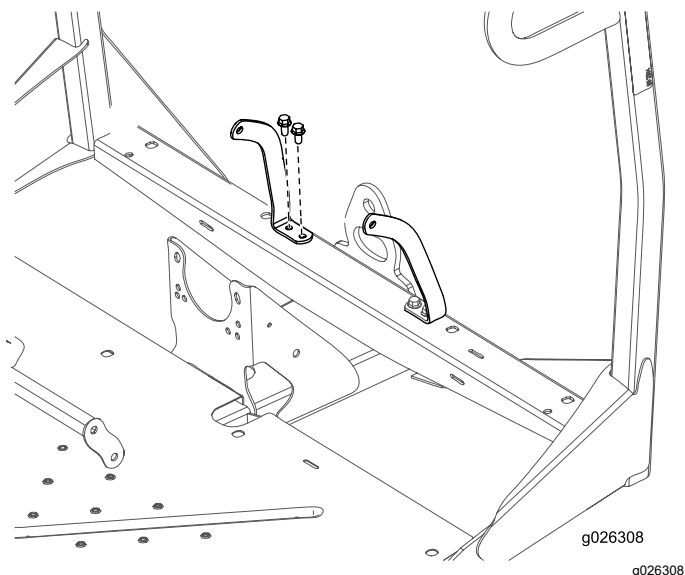

Figure 11
5. Fixez l'ancrage des ceintures de sécurité droite et gauche au cadre avant avec 4 boulons ( $\frac{3}{8}$ " x  $\frac{3}{4}$ ") et 4 écrous ( $\frac{3}{8}$ "), comme montré à la Figure 11.